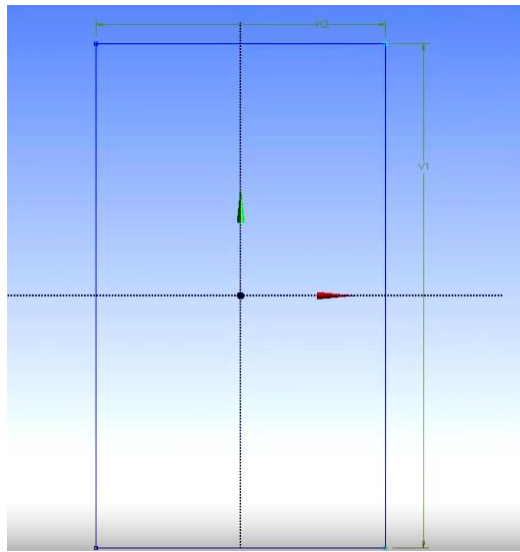

Рис. 4.
*Main Menu* → *Treeoutline* → *Sketching* → *Draw* → *Rectangle* (рис. 4).
*Sketching* → *Dimensions* → *General* – виносимо стрілки розмірів (рис. 4).